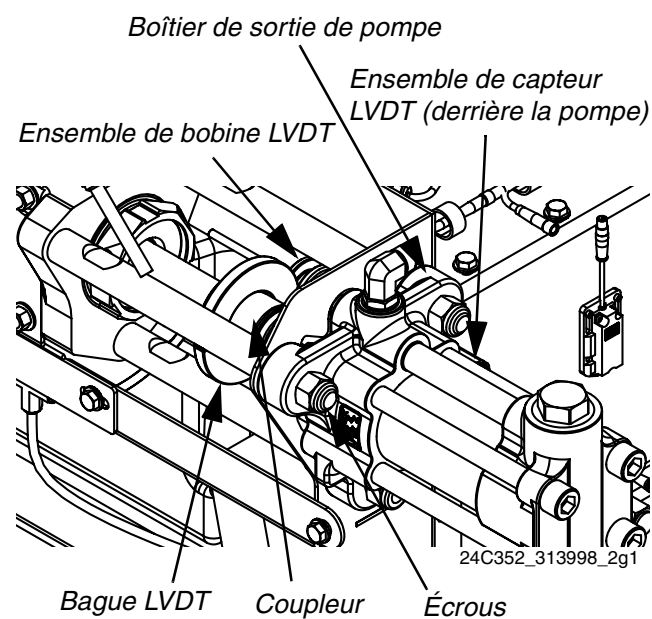

FIG. 2
- Retirez les deux boulons à épaulement de la bague LVDT puis retirez la bague de l'axe de pompe côté B. Consultez la FIG. 2.
- Retirez le coupleur des axes de pompe côté A et B. Consultez la FIG. 2.
- Dévissez l'ensemble de capteur LVDT et l'ensemble de bobine du boîtier de sortie de pompe. Essuyez l'ensemble de bobine. Consultez la FIG. 2.
- Retirez les trois écrous fixant la pompe sur les barres d'accouplement. Consultez la FIG. 2.